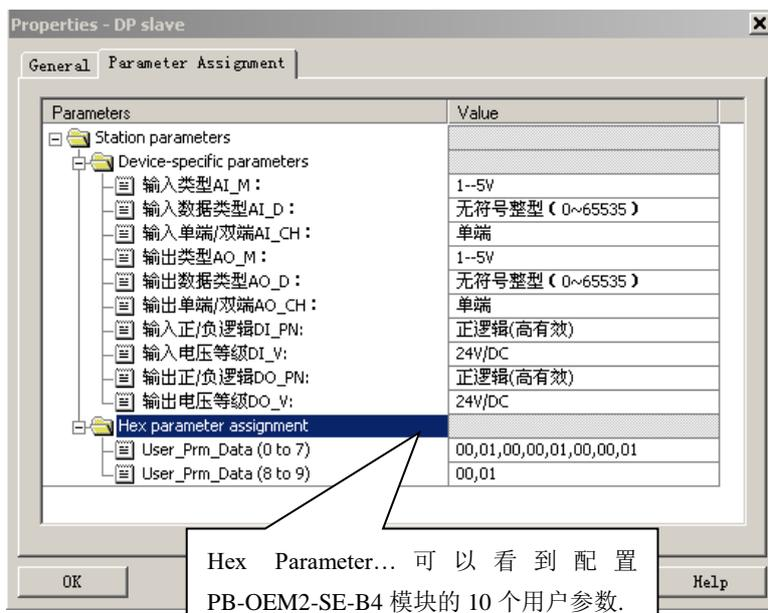

图 6-5 可以看到配置 1AI+1AO 模块的 7 个用户参数
- ① 图 6-5: 可以看到配置 PB-OEM2-SE-B4 模块的 10 个用户参数: 00,01,00,00,01,00,00,01,00,01。
- ② 第 1~6 参数: 00, 01, 00, 00, 01, 00, 对应上面的配置: 输入类型 AI_M: 1~5V、输入数据类型 AI_D: 无符号整型 (0~65535)、输入单端/双端 AI_CH: 单端、输出类型 AO_M: 1~5V、输出数据类型 AO_D: 无符号整型 (0~65535)、输出单端/双端 AO_CH: 单端。
- ③ 第 7~10 参数: 00, 01, 00, 01 对应上面的配置: 输入正/负逻辑 DI_PN: 正逻辑 (高有效)、输入电压等级 DI_V: 24V/DC、输出正/负逻辑 DO_PN: 正逻辑 (高有效)、输出电压等级 DO_V: 24V/DC。
- ④ 如果依照菜单改变配置, 第 1~10 用户参数也会改变。